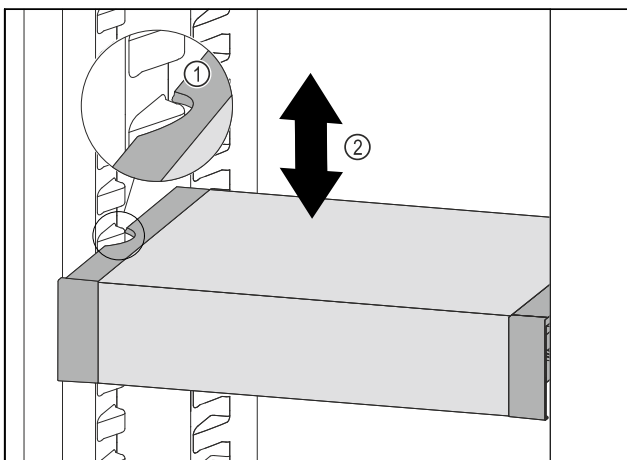

Fig. 67
- ▶ Tirer le VarioSafe vers l'avant jusqu'à ce que les encoches latérales du VarioSafe soient à la hauteur de la nervure du bac dans la partie réfrigérateur. Fig. 67 (1)
- ▶ Déplacer le VarioSafe vers le haut ou vers le bas dans la partie réfrigérateur jusqu'à ce que la hauteur souhaitée soit atteinte. Fig. 67 (2)